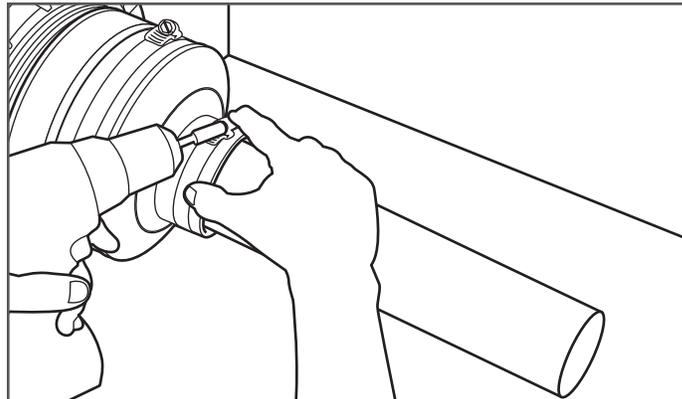

Figura 22-12
10. Use una llave para tuercas/Perforadora 5/16" para ajustar las abrazaderas. (Figura 22-12)